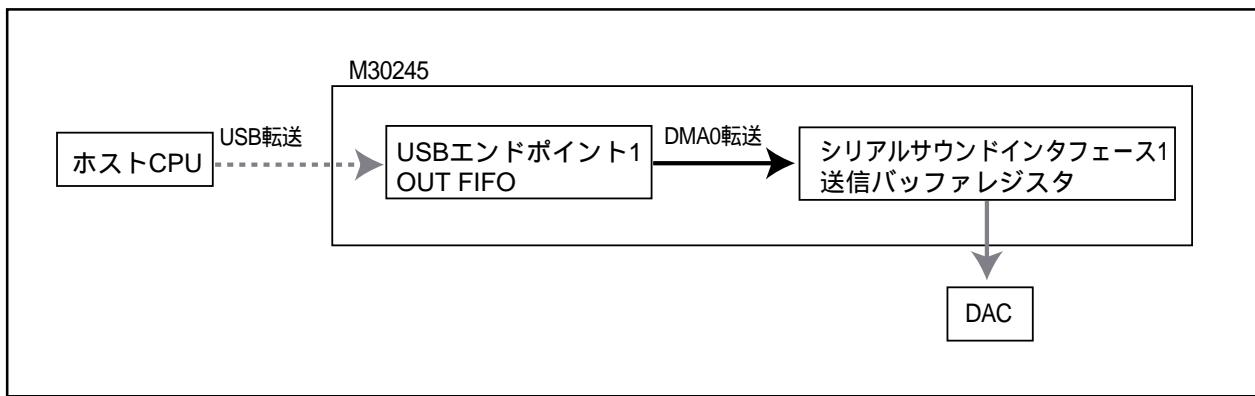
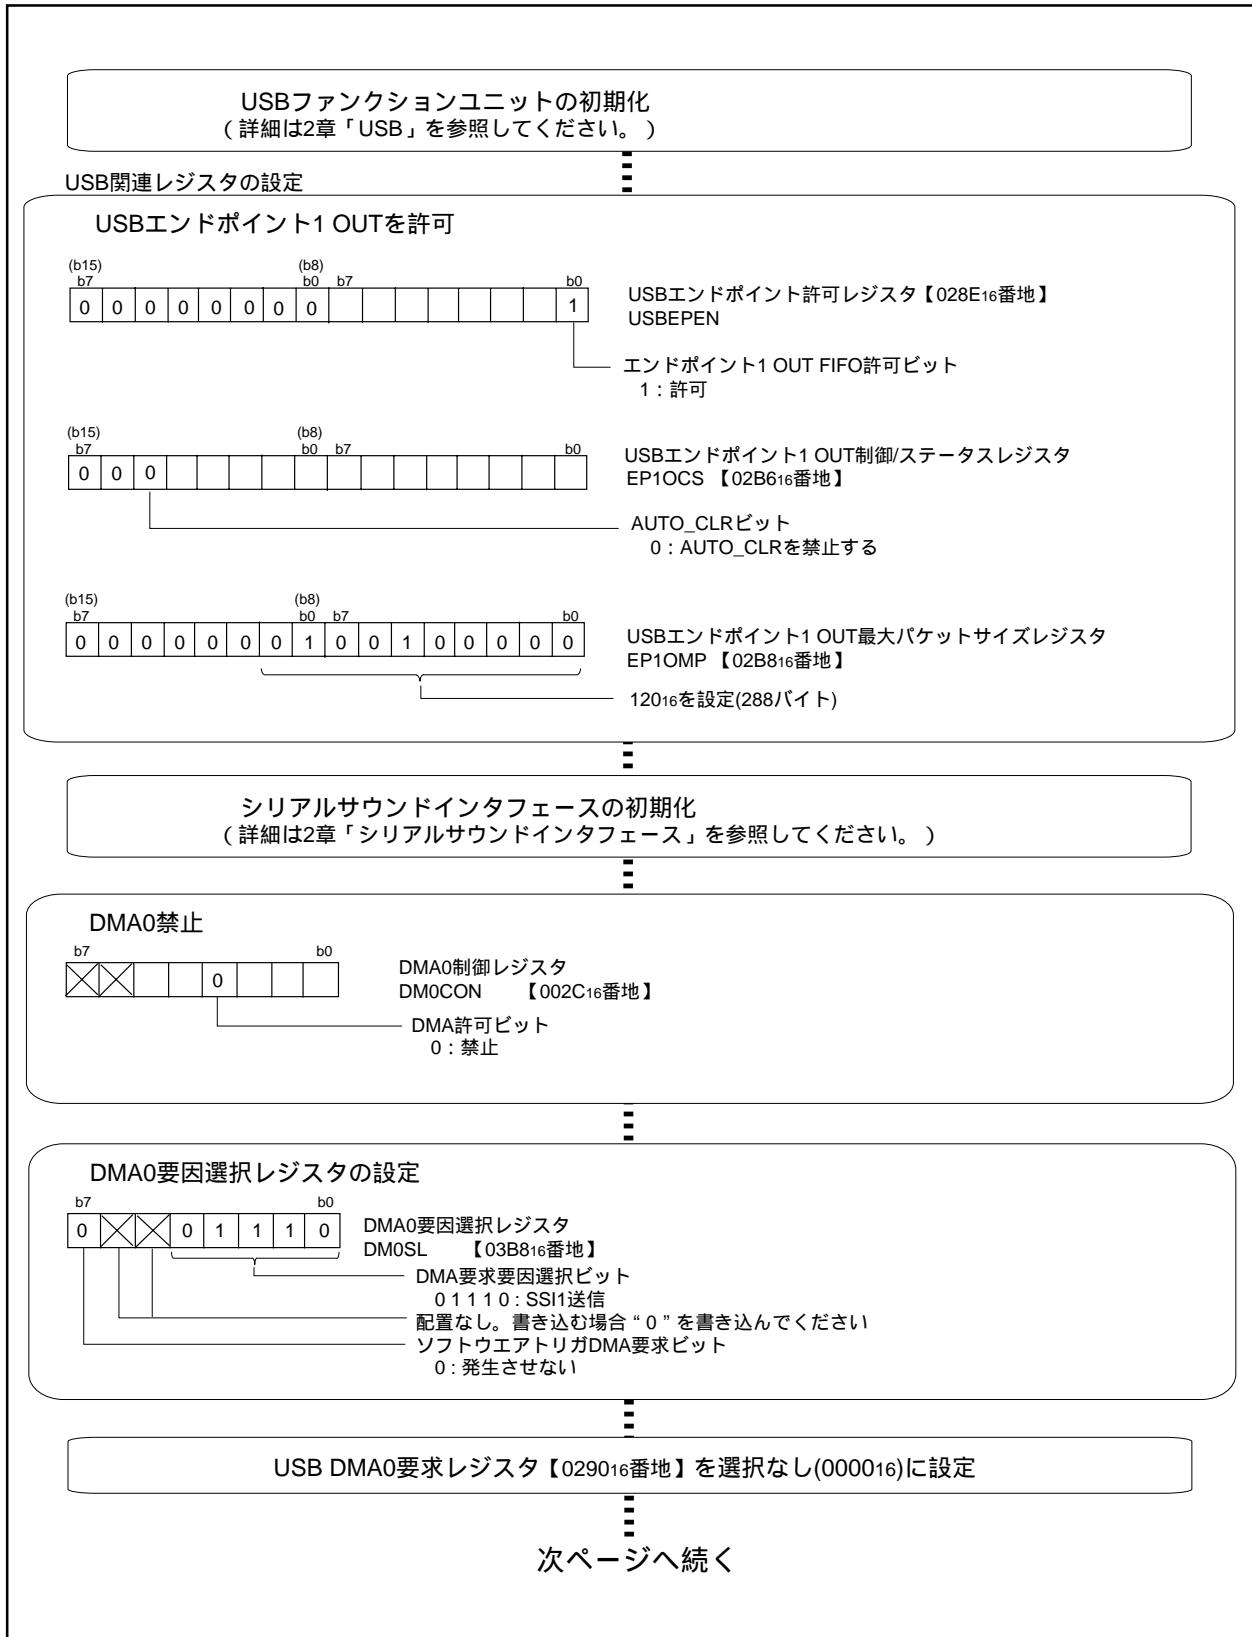
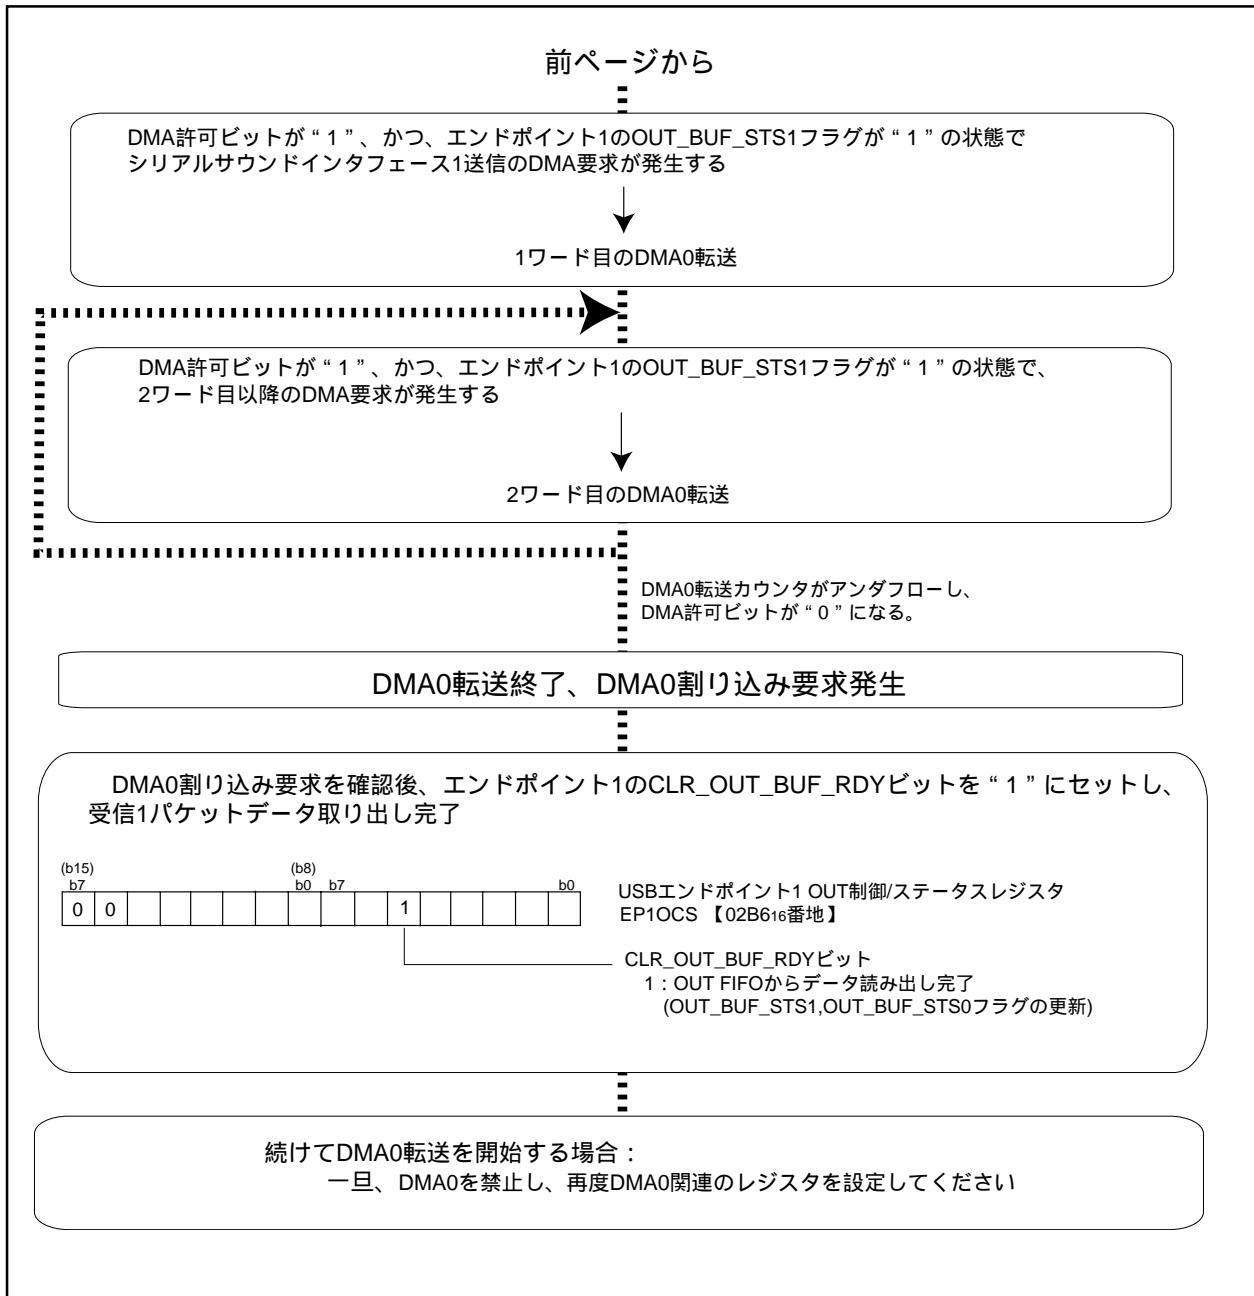

図3.7.1. USB FIFOからシリアルサウンドインターフェースへのDMA転送のブロック図
図3.7.2. USB OUT FIFOからシリアルサウンドインターフェースへのDMA転送設定手順例(1)
図3.7.4. USB OUT FIFOからシリアルサウンドインターフェースへのDMA転送設定手順例(3)
**概 要** DMAC を使用して、USBエンドポイント1 OUT FIFOからSSインターフェース1送信バッファレジスタへデータを転送し、1 パケットデータを取り出します。ブロック図を図3.7.1 に、設定手順を図3.7.2～図3.7.4に示します。